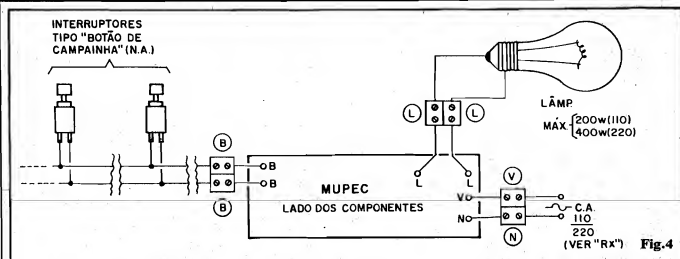

Fig.4
- FIG. 4 - CONEXÕES EXTERNAS À PLACA - Assim como na
- Grande parte do circuito está, permanentemente, ligada a uma das "fases" da C.A., portanto **jamais** deverão ser tocados os filetes cobreados do Impresso, ou os terminais de componentes, depois de definitivamente conectado o módulo (conforme fig. 4). A colocação, a retirada e eventual manutenção **devem** ser obrigatoriamente feitas com a C.A. **desligada** (em sua "chave geral" ou setorial...).